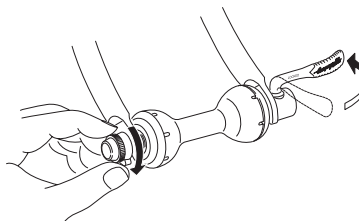

Fig. 21
- Ruotate la leva in modo che sia perpendicolare alla bicicletta (Fig. 21).
- Turn the lever so that it is perpendicular to the bike (Fig. 21).
- Den Hebel senkrecht zum Fahrrad drehen. (Abb. 21).
- Tournez le levier de façon à ce qu'il soit perpendiculaire à la bicyclette (Fig. 21).
- Girar la palanca hasta que quede perpendicular a la bicicleta (Fig. 21).
- Draai de handle zodanig dat hij loodrecht ten opzichte van de fiets staat (Fig. 21).